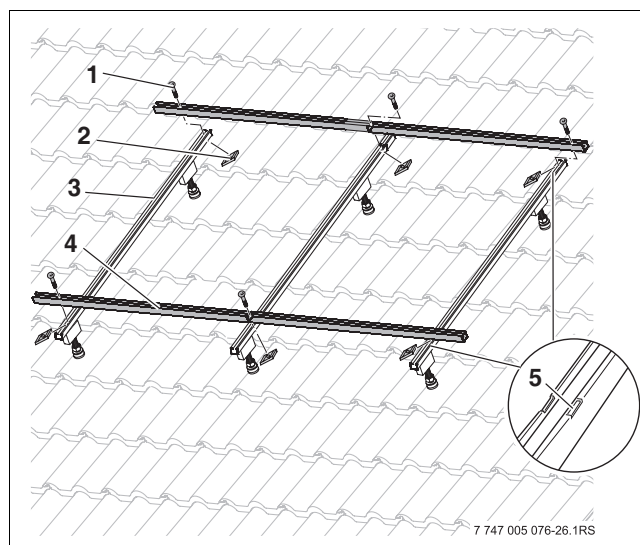

Fig. 48 Fijar perfiles del acumulador
- Introducir el tornillo (Fig. 48, (1)) en el agujero alargado del perfil cubierta plana/tejado inclinado (4) y enroscar la tuerca corredera hasta que se note una ligera resistencia.
- Colocar los perfiles de cubierta plana/tejado inclinado (Fig. 48, (4)) en las muescas de apoyo (5) en el perfil del captador (3) y centrarlos.
- Colocar la tuerca corredera (Fig. 48, (2)) en el perfil del captador (3) y apretar el tornillo.